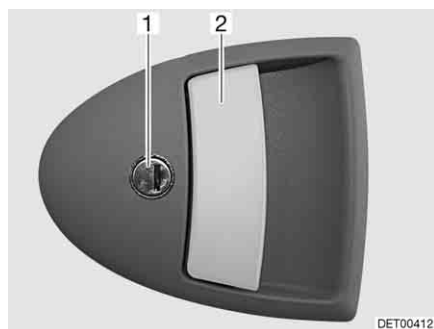

Bild 36 Türschloss Eingangstür, außen
- Schlüssel in Schließzylinder (Bild 36,1) stecken und drehen, bis das Türschloss entriegelt ist.
- Am Türgriff (Bild 36,2) ziehen. Die Tür ist geöffnet.
- Schlüssel in Schließzylinder (Bild 36,1) stecken und drehen, bis das Türschloss verriegelt ist.